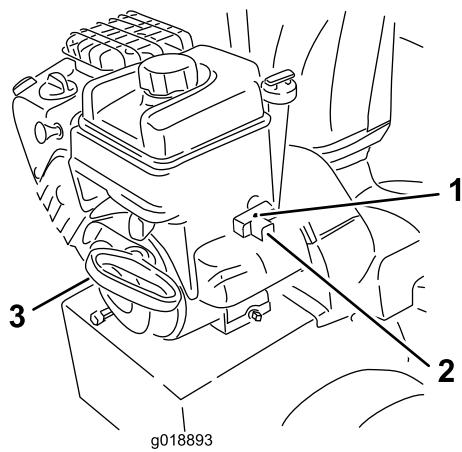

Figure 27
- Démarrez la machine en tirant sur le lanceur ou en appuyant sur le bouton du démarreur électrique (Figure 27).